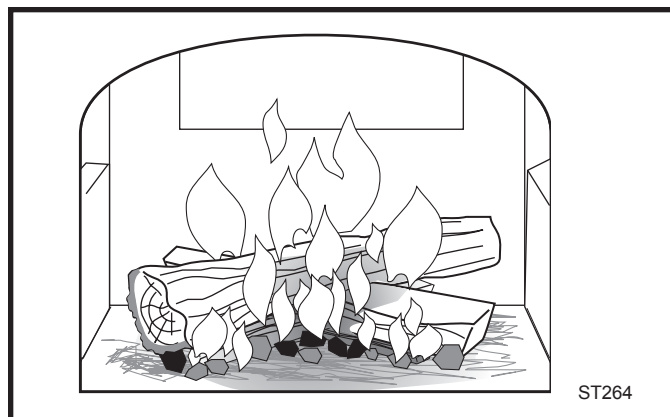

Fig. 38 Ajoutez de gros morceaux de bois lorsque le feu commence à bien brûler.
4. **Si votre Defiant a été rodé précédemment** selon les étapes 1-3, continuez à augmenter graduellement le feu. Ajoutez des morceaux de bois plus gros de 75-100 mm (3-4 po) de diamètre. Continuez à ajouter des bûches fendues de cette taille au feu vif jusqu'à ce que le lit de braise soit d'au moins 51-75 mm (2 à 3 po). (Fig. 38) Un bon lit de braise est nécessaire pour que le système non-catalytique fonctionne adéquatement et cela peut prendre plus d'une heure pour l'obtenir.